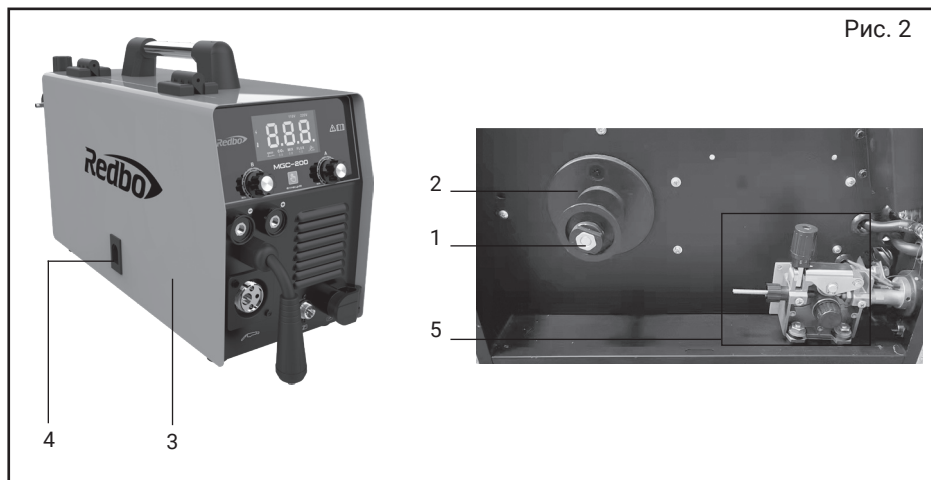

Рис. 2
4.2 Сварочный инвертор выполнен в металлическом корпусе с вентиляционными отверстиями на боковых и передней стенках и снабжен вентилятором охлаждения (рис. 1, поз. 12) для отведения излишнего тепла. В передней части находятся разъемы для подключения силовых проводов **MMA** (рис. 1, поз. 5, 6), разъем для подключения сварочной горелки **MIG/MAG/NoGas** (рис. 1, поз. 4), а также разъемы для подключения горелки (CUT) (рис. 1, поз. 15), регулировка напряжения сварочного контура (рис. 1, поз. 2) и регулировка сварочного тока (рис. 1, поз. 3), информационный дисплей (рис. 1, поз. 1) и кнопка выбора режима сварки (рис. 1, поз. 7). На боковой панели расположен механизм подачи сварочной проволоки (рис. 2, поз. 5), шкив (рис. 2, поз. 2) и фиксатор шкива (рис. 2, поз. 1), скрытый под внешней крышкой (рис. 2, поз. 3) отсека подающего механизма.
7.2.3 установите катушку с сварочной проволокой на шкиф (рис. 2, поз. 2), так что бы при подаче проволоки катушка вращалась против часовой стрелки, для этого необходимо открутить фиксатор шкива (рис. 2, поз. 1) установить катушку и зафиксировать ее в обратной последовательности, после чего пропустите сварочную проволоку в механизм подачи (рис. 4):